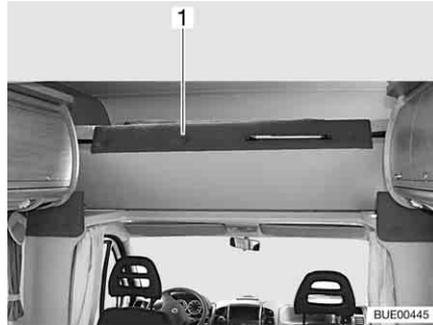

Fig. 112 Cama de alcoba, plegada hacia arriba
- Plegar hacia arriba la cama de alcoba (Fig. 112,1) delante. La cama de alcoba se mantiene en la posición superior mediante resortes por presión de gas.